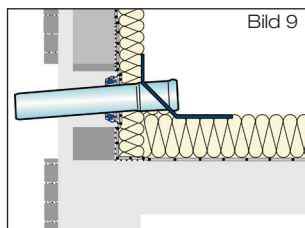

Bild 9
- 2.2 Ablaufrohr mit Klebeflansch entsprechend der baulichen Gegebenheiten ablängen. Dichtelement des Schiebeflansches innen und Auslauf des Ablaufrohres mit Klebeflansch außen hinreichend mit LORO-X Gleitmittel versehen. Ablaufrohr mit Klebeflansch in den Schiebeflansch bis in seine Einbauposition einführen (Bild 9). Entstandene Hohlräume in der Wärmeisolation schließen. Auslaufrohr im Wandbereich mit ausreichender Wärmeisolation versehen und Dachablauf fixieren.